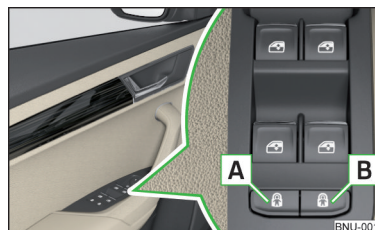

Fig. 48
- Para **encender/apagar** el seguro para niños en la puerta trasera **izquierda**, pulsar la tecla **A** en la puerta del conductor » fig. 48.